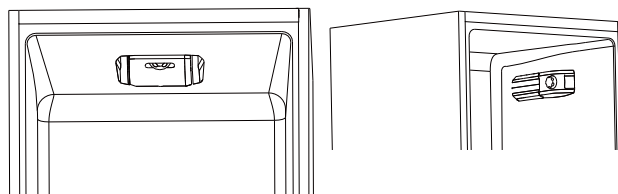

Fig.4
• Il gruppo termostato per il controllo dell'apparecchio, è collocato all'interno della cella frigo (fig.4). Ruotare la manopola del termostato oltre la posizione "0". La luce è accesa quando la porta del frigorifero è aperta. Posizionando la manopola su "0" si spegne completamente il prodotto.